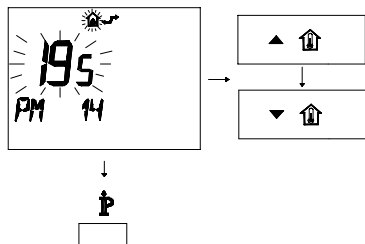

Figura 7.6
- Per modificare il SET programmato agire sui pulsanti ▲⏏ o ▼⏏ e aspettare che il numero programmato cominci a lampeggiare (Figura 7.6). Ogni passo incrementato o decrementato corrisponde a 1 secondo.